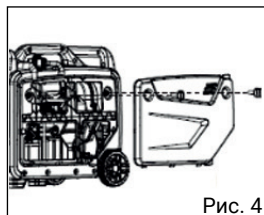

Рис. 4
1. Отвинтите ручку крышки доступа к маслу и снимите крышку с боковой панели (рис. 4).